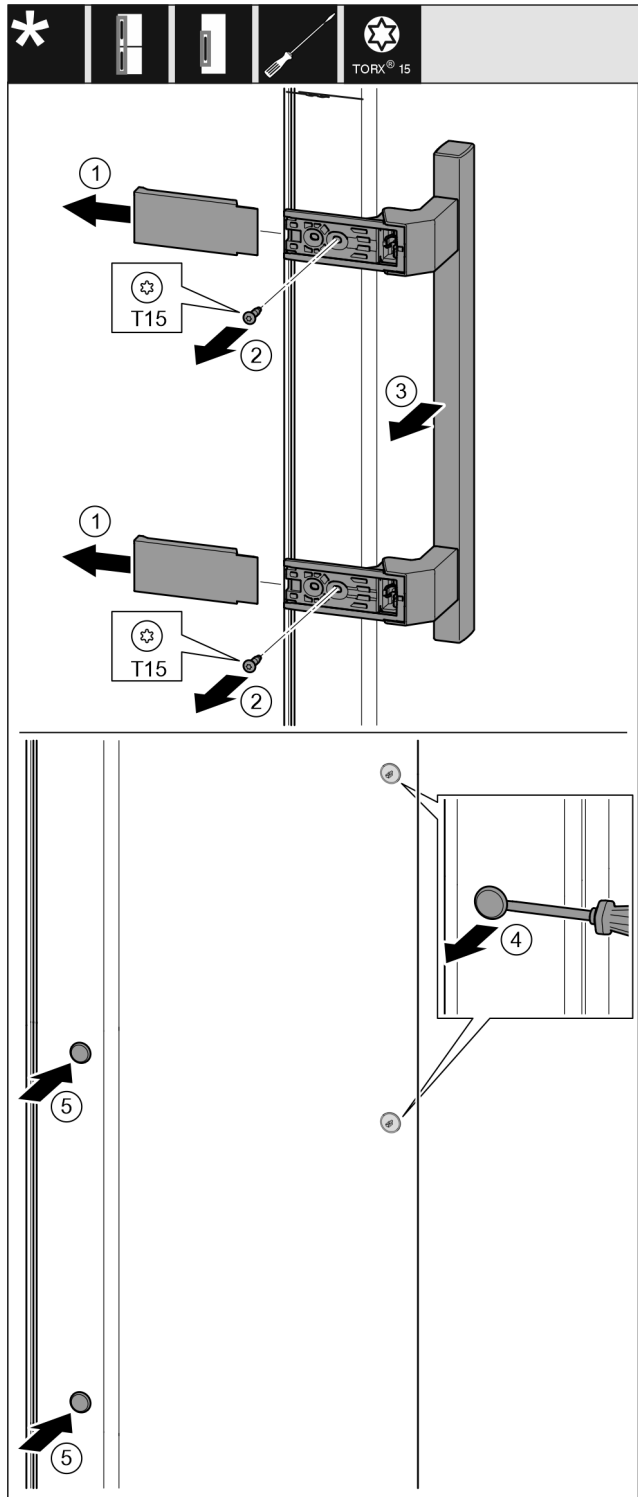

Fig. 19
- ▶ Stiahnite kryt. Fig. 19 (1)
- ▶ Skrutkovačom T15 vyskrutkujte skrutky. Fig. 19 (2)
- ▶ Odoberte držadlo. Fig. 19 (3)
- ▶ Plochým skrutkovačom opatrne nadvihnite a vyberte bočnú zátku. Fig. 19 (4)
- ▶ Zátku opäť nasadte na druhú stranu. Fig. 19 (5)